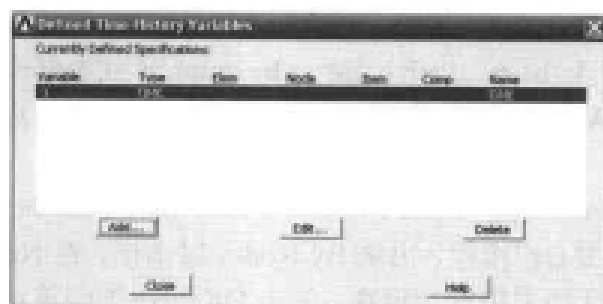
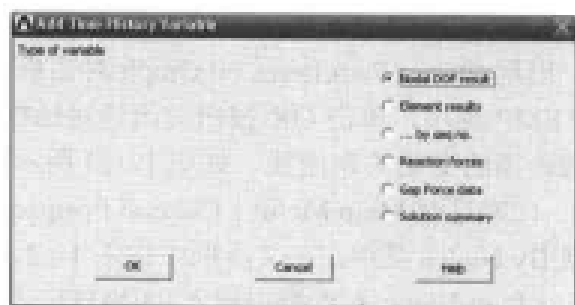

图 12-25 定义时间历程变量对话框
图 12-26 添加施加时间历程变量对话框
(31) 选择 Utility Menu | Style | Graphs | Modify Axes 命令,出现 Axes Modifications for Graph Plots 对话框,在 [/AXLAB] X-axis label 文本框中输入 TIME, (sec), 在 [/AXLAB] Y-axis label 文本框中输入 TEMP, 在 [/GTHK] Thickness of axes 下拉列表框中选择 Triple 选项,单击 OK 按钮关闭该对话框。
(32) 选择 Main Menu | TimeHist Postpro | Define Variables 命令,出现 Defined Time-History Variables 对话框,如图 12-25 所示,单击其上的 Add 按钮,出现 Add Time-History Variable 对话框,选中 Nodal DOF result 单选按钮,如图 12-26 所示。